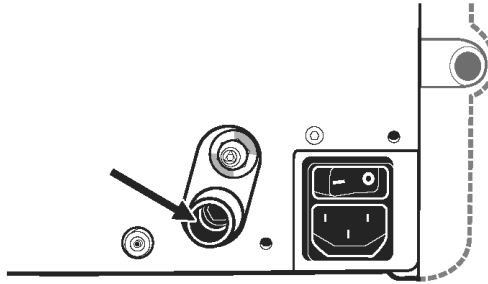

Abb. 2-11 Anschluss für Verbindungsschlauch zur DLCO-Gasflasche
- Schließen Sie den Verbindungsschlauch am DLCO-Gasanschluss des *EasyOne Pro™* an (Abb. 2-11): drücken Sie den Schlauch so fest auf den Anschluss, bis der Anfangswiderstand überwunden ist und schieben Sie ihn dann bis zum Anschlag vor.